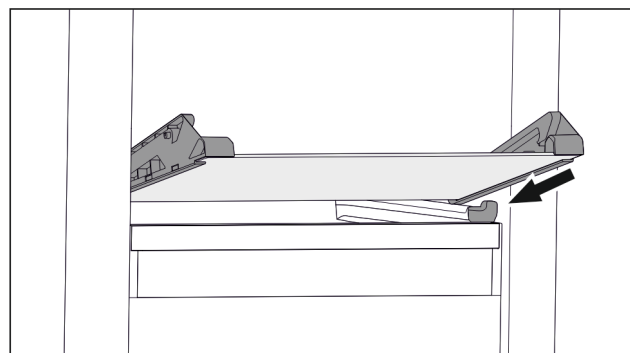

Fig. 108 Skleněná deska odklápěcí zásuvky
- ▶ Nasadte skleněnou desku šikmo za zarážky. (viz Fig. 108)